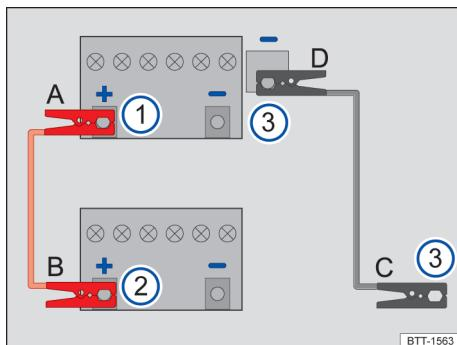

Fig. 163 Esquema para conexão dos cabos de partida.
Legenda para **Fig. 163**:
Os cabos de partida apenas deverão ser conectados seguindo a ordem **A – B – C – D** → Fig. 163.
- Conecte uma extremidade do cabo de partida *vermelho* ao polo positivo (+) da bateria 12 V do veículo que a possui sem carga → Fig. 163 \(1\) → .
- Conecte a outra extremidade do cabo de partida *vermelho* ao polo positivo (+) do veículo que fornece corrente → Fig. 163 \(2\).
- Conecte uma extremidade do cabo de partida *preto* → Fig. 163 \(3\) preferencialmente a uma tomada para o auxílio de partida (terminal de aterramento) do veículo que fornece corrente; do contrário, ao bloco do motor ou a uma peça maciça de metal aparafusada fixa ao bloco do motor deste veículo.
- Conecte a outra extremidade do cabo de partida *preto* → Fig. 163 \(3\) preferencialmente a uma tomada para o auxílio de partida (terminal de aterramento) do veículo com a bateria 12 V sem carga; do contrário, ao bloco do motor ou a uma peça maciça de metal aparafusada fixa ao bloco do motor deste veículo → .
- Desconecte os cabos de partida apenas na ordem **D – C – B – A** → Fig. 163 com os motores funcionando.